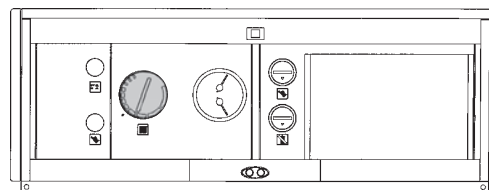

Fig. 4.3
- posizionare il termostato di caldaia alla temperatura desiderata (l'operazione non è necessaria se è presente il kit termoregolazione) (fig. 4.3)